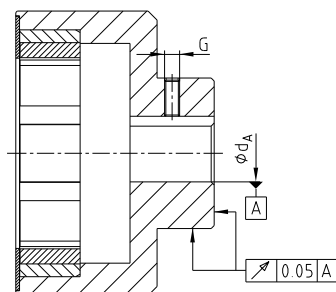

Fig. 6 : Concentricité et perpendicularité au rotor extérieur
- Si le client réalise l'alésage du moyeu, il faut qu'il respecte précisément concentricité et perpendicularité (voir fig. 6 et 7).